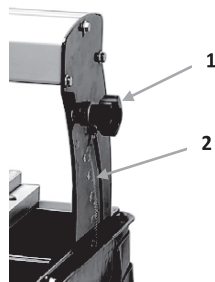

Рис. 4
7. РЕГУЛИРОВКА УГЛА СКОСА КРОМКИ (рис.4)